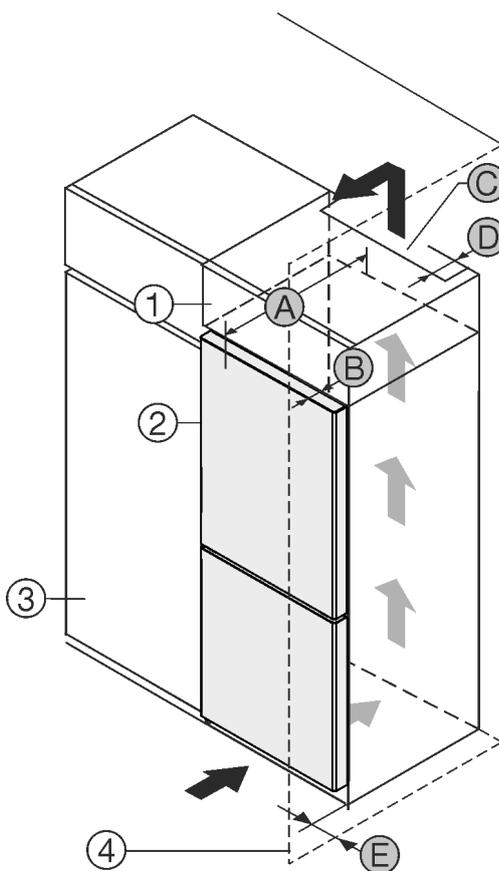

Fig. 1
Coloque el aparato directamente al lado del armario de cocina Fig. 1 (3)*.
En la parte posterior del armario superior debe estar disponible un pozo de ventilación con la profundidad Fig. 1 (D) sobre la totalidad del ancho de armario superior.*
Debajo del techo debe respetarse la sección transversal de ventilación Fig. 1 (C)*.
Si el electrodoméstico se instala con las bisagras al lado de una pared Fig. 1 (4), la separación entre el mismo y la pared debe ser de por lo menos 13 mm.*
Si el electrodoméstico se instala con las bisagras al lado de una pared Fig. 1 (4), la separación entre el mismo y la pared debe ser de por lo menos 20 mm.*
A fin de poder abrir completamente las puertas, el aparato debe sobresalir alrededor de la profundidad de la puerta Fig. 1 (B) en comparación con la parte frontal del armario de cocina. Dependiendo de la profundidad del armario de cocina Fig. 1 (3) y el empleo de separadores de pared el aparato puede sobresalir aún más.*